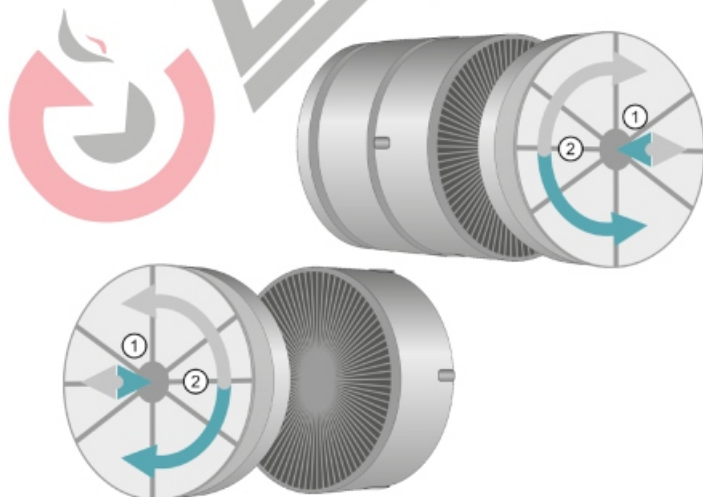

Рис. 14 Установка угольного фильтра
2.Вставьте угольный фильтр и поверните его в часовой направлении. То же самое проделайте со второй стороны мотора (рис. 14).